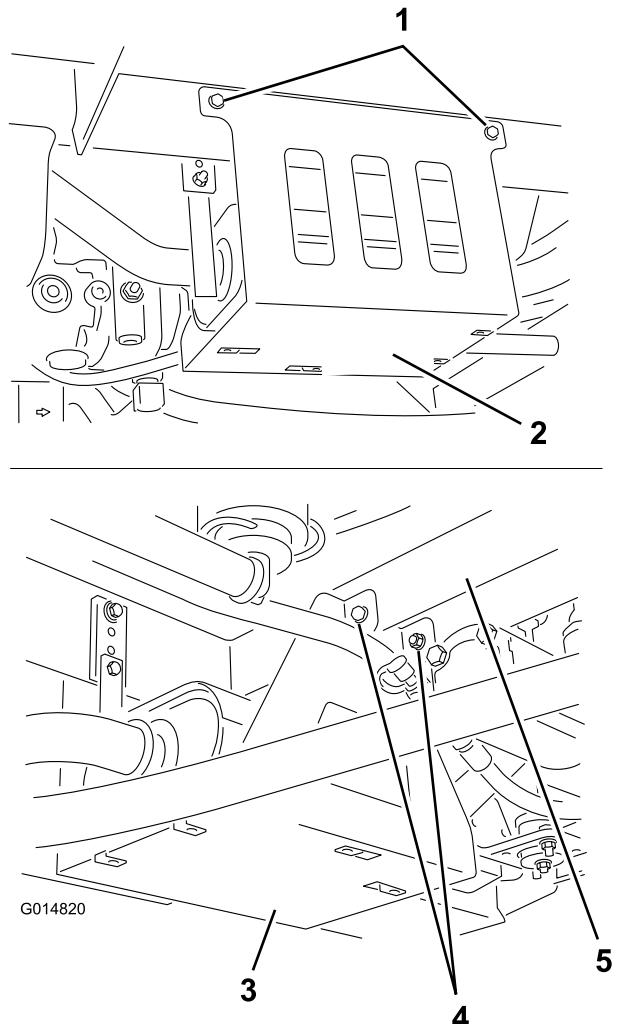

Figura 2
- Coloque o resguardo de calor do tubo de escape no chassis e na travessa com 2 parafusos autoroscantes e 2 parafusos de cabeça sextavada e porcas flangeadas de cabeça sextavada (Figura 2).